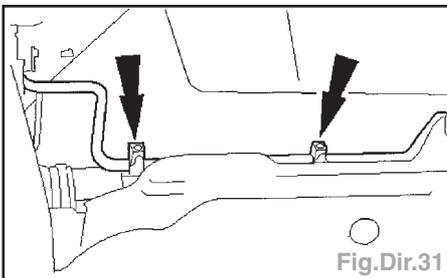

Fig.Dir.31
- Détacher les canalisations de direction assistée du boîtier de direction (Fig.Dir.31).